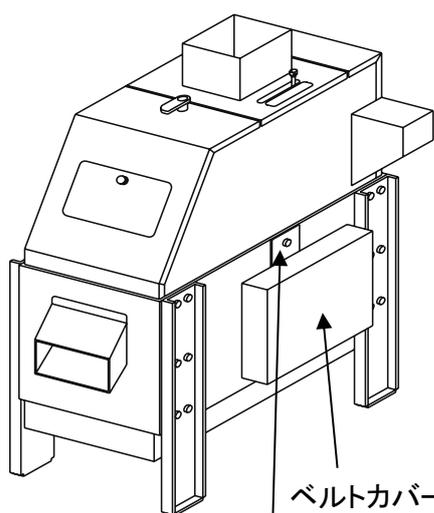

図1
(1)図1に示すベルトカバー止ネジを外すとベルトカバーが手前に外れます。